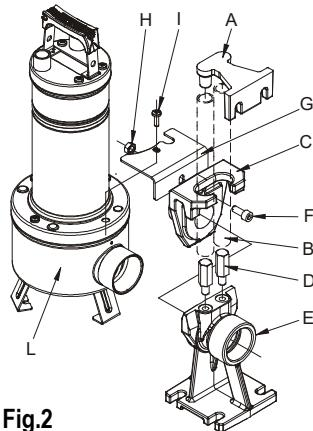

Fig.2
- 4.6 Anslut utloppsröret/-slangen direkt till pumpmunstycket. Om pumpen används i en fast installation bör den anslutas till röret med hjälp av en koppling för att underlätta demontering och ominstallation. Vid användning av slang ska en gängad slangkoppling installeras på pumpmunstycket. Täta gängningen med lämpligt material (teflonband eller liknande) för att garantera en effektiv tätnings. Vid fast installation rekommenderas användning av lyftanordningen DSD2 (tillval - **Fig. 2**) för att underlätta underhållsarbetet på elpumpen. Genom att placera lyftanordningen mellan elpumpens utloppsmunstycke och röret behöver utloppsröret inte demonteras vid underhållsarbetet. DSD2-anordningen består av fem delar samt ytterligare en som inte medföljer (3/4" rör):
Ta bort den övre skruven från flänsen på trycksidan (I). Montera rotationsspärbygeln (G). Sätt tillbaka skruven (I). Dra ut滑iden från anslutningsfoten och anslut滑iden till pumpens utloppsmunstycke. Fäst滑iden vid pumpen med skruven F och muttern H enligt figuren. Sätt tillbaka silden och pumpen på foten (Fig.2).